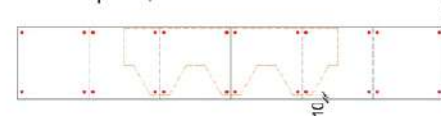

Рис. 17. Схема крепления коньково-карнизной черепицы Дöске на карниз.
7.1.4 Крепеж карнизной черепицы осуществляется на кровельные гвозди (тип 1, таблица №1). Отступ гвоздя от верхнего края карнизной черепицы составляет 25 мм. Нижний ряд гвоздей, места стыков и перфорация должны закрываться лепестками первого ряда гонтов гибкой черепицы (рис. 17).
8.2.12 Нижняя кромка гонтов первого ряда должна отступать на 10 мм от нижней кромки карнизной полосы (рис. 17). Гонты ламинированной черепицы Döcke должны отступать на 10 мм от перегиба карнизной планки, т.к. не требуют применения карнизной черепицы.